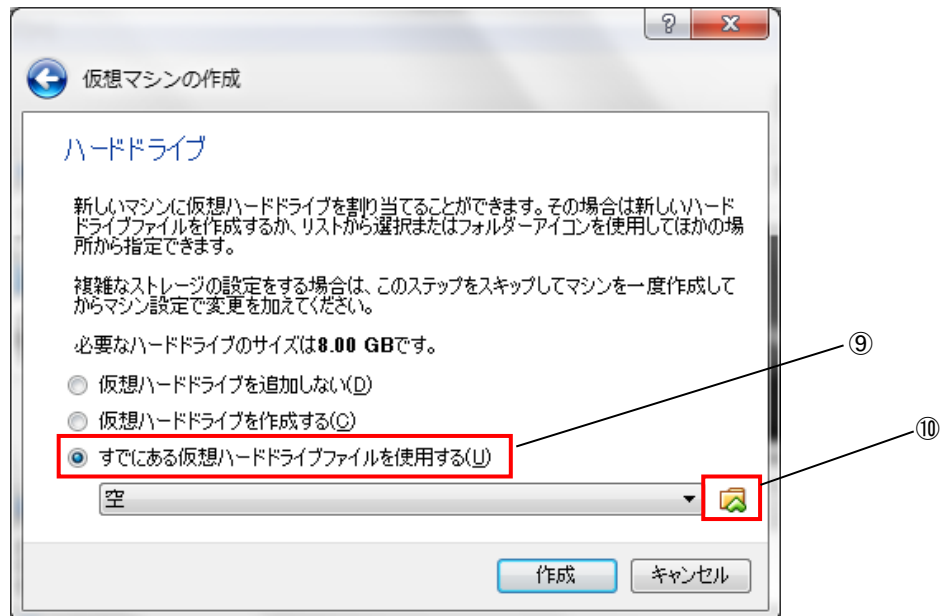

図 3-2-4-5. 仮想ハードディスクのイメージ選択画面
- ⑪ 図 3-2-4-6 のように仮想ディスク選択画面が開きます。
- ⑫ であらかじめ展開しておいた `Algonomix4_development.vdi` を選択し、[開く (O)]を押してください。